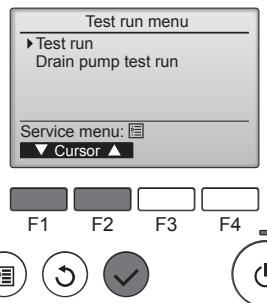

Fig. 7-4
④ Selezionare "Test run" (Prova di funzionamento) con il pulsante [F1] o [F2], quindi premere il pulsante (8). (Fig. 7-4)